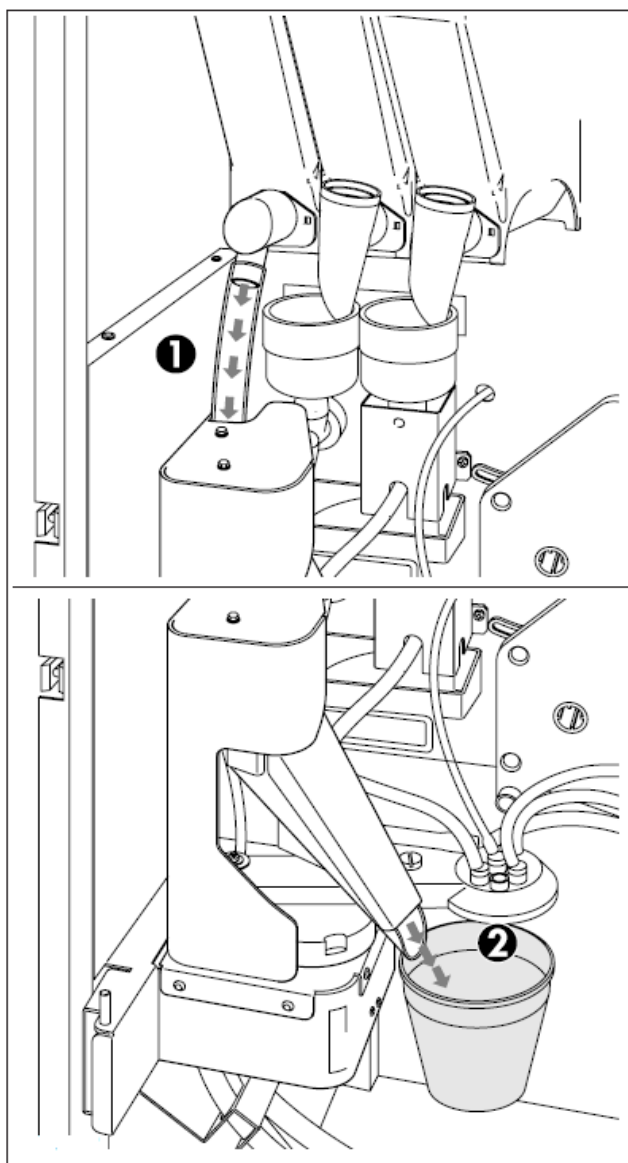

Рис. 2.2
- редукторный двигатель активирует шнек контейнера для сахара, подавая нужное количество в продуктовый спускной желоб (Рис.2.2)